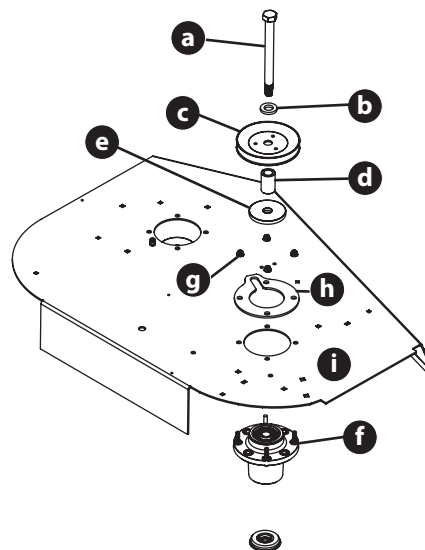

Figura 49
- Retire el perno hexagonal (a), la arandela (b), la polea (c), el separador (d) y la arandela de protección (e) del conjunto del husillo (f) (Figura 49).
- Retire las cuatro tuercas de seguridad de brida (g) y la placa de soporte (h) que fijan los conjuntos de husillo (f) a la plataforma (i) (Figura 49).
- Invierta los PASOS 4 - 5 para instalar el conjunto del husillo. Cuando instale el nuevo conjunto del husillo, asegúrese de instalar los elementos de ferretería exactamente como se muestra en la Figura 49. Apriete las tuercas de seguridad con brida a 28-43 N-m (21-32 ft-lbs).